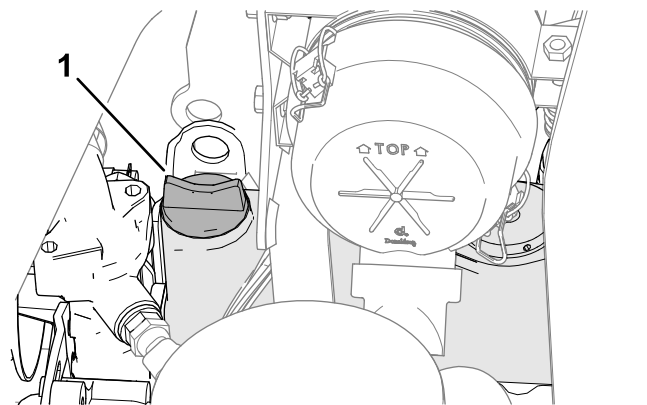

図 64
- オイルの量が不足している場合は、補給口のキャップ 図 64 を取り、ディップスティックで油量を確認しながら少しずつ、FULL マークまで補給する。